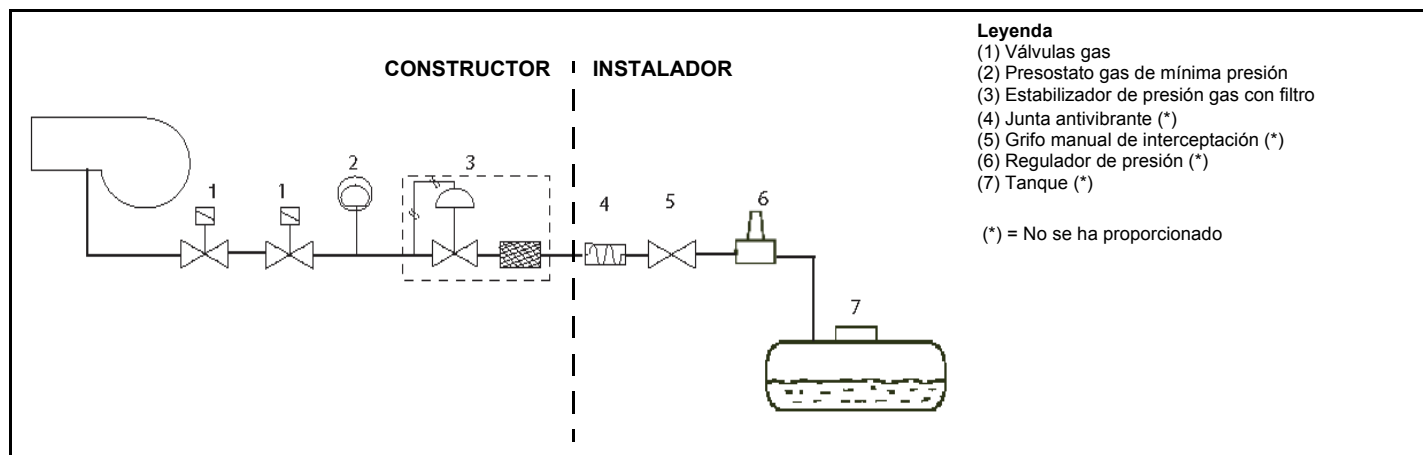

Fig. 13
**ATENCIÓN:** después de haber montado la rampa según el esquema indicado en Fig. 13, tiene que ser efectuada la prueba de estanqueidad del circuito gas, según las modalidades previstas por la normativa vigente.